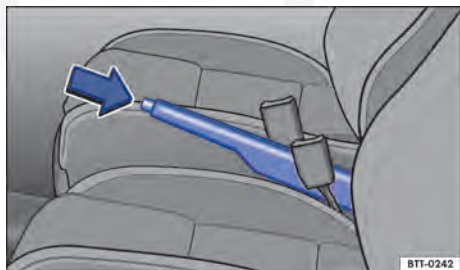

Fig. 152 Entre os assentos dianteiros: freio de estacionamento.
- Puxar a alavanca do freio de estacionamento um pouco para cima e pressionar o botão bloqueador no sentido da seta ⇒ Fig. 152.